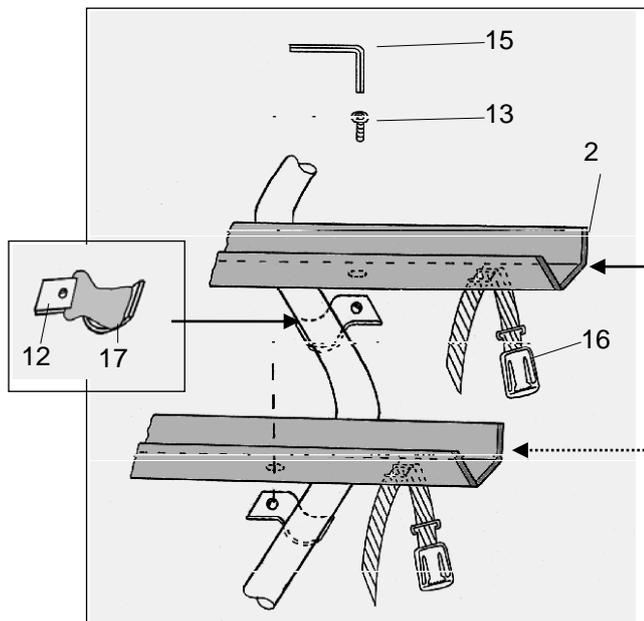

Abb. 3.1.
2. Die Auflagenverlängerung (1) wird an der Mittelstrebe des Lastenrahmens angebracht.
3. Die zweite Alu-Schiene wird im abgeknickten Bereich auf der Auflagenverlängerung montiert Abb. 3.1. Die Gewindeschellen (12) der Alu-Schiene (2) müssen hierzu schräg befestigt werden Abb. 3.2. Die Gewindeschellen (12) müssen mit Unterleggummis (17) versehen werden. Anzugsdrehmoment 10 Nm.
**Die Räder werden mit Hilfe der Riemen (16) an den Alu-Schienen (2) befestigt.**